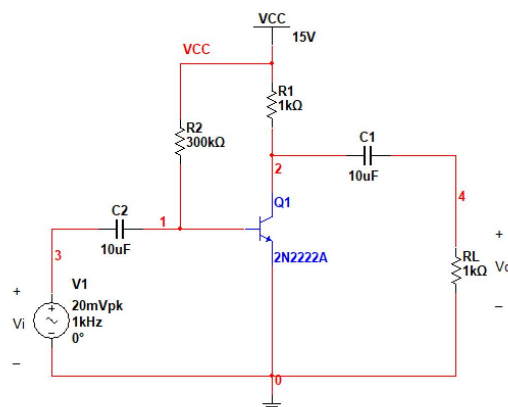

图 1
对图 1 所示的下列放大电路进行仿真分析。
- (1) 用 Multisim 构建出如图 1 所示的仿真电路。
- (2) 应用估算法计算出三极管的静态工作点。
- (3) 在仿真电路中接入万用表来对静态工作点进行仿真测量，并与 (2) 中结果进行比较。
- (4) 用虚拟 IV 测试仪测试出三极管的输出特性曲线簇，并观察静态工作点的位置。
- (5) 用示波器观察输入、输出信号波形，并测量电压放大倍数。
(1) 用 Multisim 构建出如图 1 所示的仿真电路：